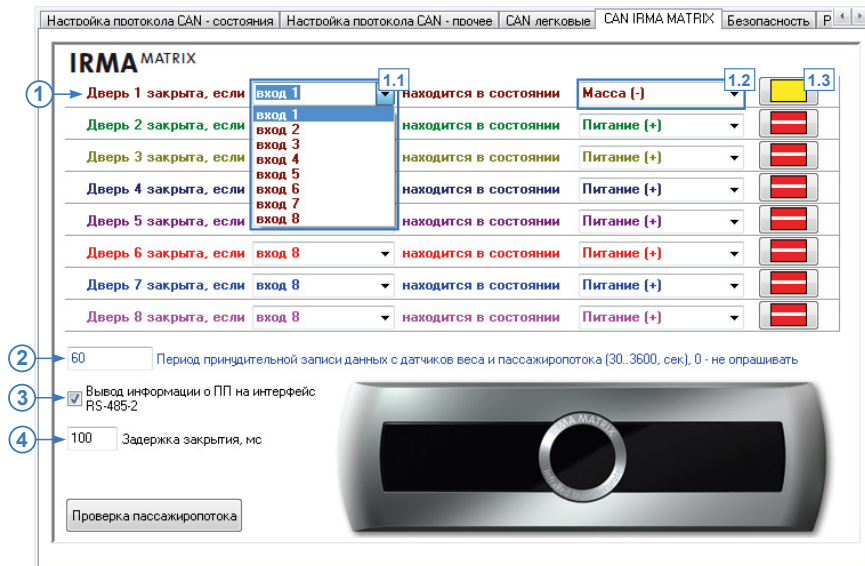

Рис.65. Вкладка «CAN IRMA MATRIX».
Перейдите на вкладку «CAN IRMA MATRIX» и включите опцию Подключение CAN IRMA MATRIX. Вам будет доступно меню настройки работы датчика (Рис.65).
- Для того чтобы прибор «АвтоГРАФ» определял открытие и закрытие двери транспортного средства при помощи концевики, для настраиваемой двери (Рис.65, п.1) необходимо:
- выбрать вход прибора «АвтоГРАФ», к которому подключен датчик этой двери, либо выбрать состояние «ТС движется» – при такой настройке дверь считается закрытой всегда во время движения (Рис.65, п.1.1). Движение ТС определяется по скорости и ускорению, вычисленных контроллером «АвтоГРАФ»;
- если закрытие двери определяется по состоянию входа контроллера, то выбрать состояние этого входа, соответствующее закрытию двери (Рис.65, п.1.2). Контроль состояния двери транспортного средства позволяет фильтровать показания датчиков пассажиропотока, когда двери ТС закрыты;
- рекомендуется также настроить входы контроллера. Для быстрого перехода в меню настроек цифровых входов (вкладки «Входы 1-4» и «Входы 5-8») предусмотрены кнопки быстрого перехода (Рис.65, п.1.3).
- **Период принудительной записи данных с датчиков веса и пассажиропотока (Рис.65, п.2).** Любое изменение состояния датчика фиксируется прибором и записывается в память. Если нет данных для записи, прибор через определенный период времени опрашивает датчик и делает принудительную запись. **Период принудительной записи данных с датчиков веса**
- **Опция «Вывод информации о ПП на интерфейс RS-485-2» (Рис.65, п.3)** разрешает передачу данных о пассажиропотоке внешнему устройству по интерфейсу RS-485-2. Если такое устройство отсутствует, необходимо отключить опцию.
- **Задержка закрытия, мс (Рис.65, п.4)** – интервал времени после закрытия дверей транспортного средства, по истечении которого контроллер «АвтоГРАФ» определит закрытие дверей и выключит систему IRMA MATRIX. Задержку необходимо задавать в миллисекундах. Данная задержка предназначена для корректной обработки закрытия двери в тех случаях, когда концевик срабатывает раньше, чем дверь была закрыта реально.